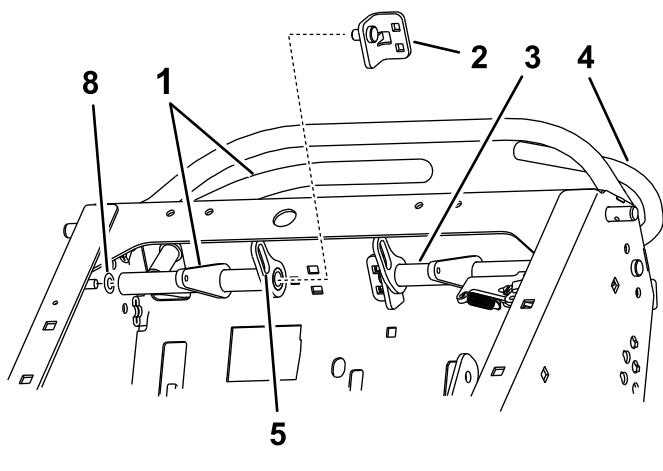

図 8
2. コントロールパネル上部からボルト・ナット（4本）を外して、ピボットブラケットを両方とも外す（図 8）。
注 走行コントロールレバーを前後に軽く操作できること（左右のガタがなく）ことが必要です。必要に応じ、平ワッシャ（付属部品）をタワーとハンドルとの間に入れる（図 8）。